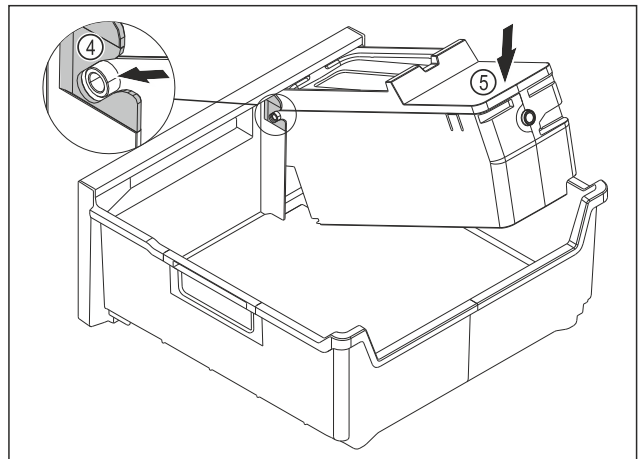

Fig. 187
- ▶ Montáž korpusu EasyTwist-Ice: Osi korpusu EasyTwist-Ice zasunúte do vedení Fig. 187 (4).
- ▶ Zatlačte korpus EasyTwist-Ice Fig. 187 (5) zozadu smerom nadol.